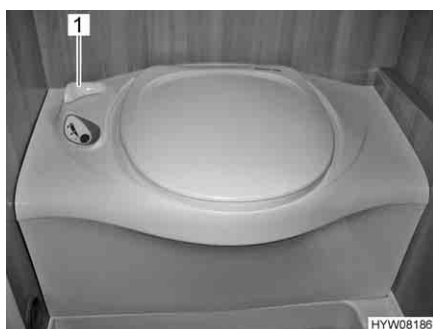

Fig. 173 Toilette Thetford
- Prima di tirare l'acqua, aprire il cursore della toilette Thetford. A tal fine ruotare la leva del cursore (Fig. 173,1) in senso antiorario.
- Dopo aver tirato l'acqua chiudere il cursore. Ruotare la leva del cursore (Fig. 173,1) in senso orario.